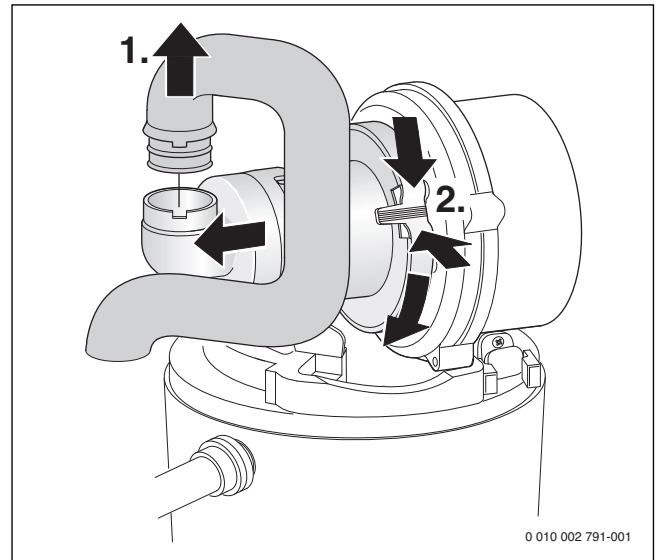

Bild 39 Saugrohr und Mischeinrichtung ausbauen
- Mischeinrichtung ausbauen (→ Bild 39).